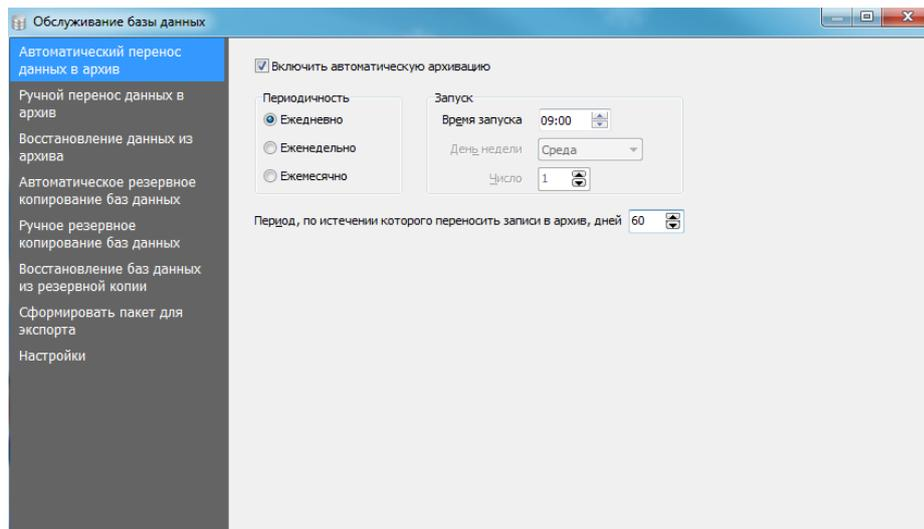

Рис. 2 Вкладка **Автоматический перенос данных в архив**, ежедневный перенос
- *Ежедневно*: в этом случае необходимо указать *Время запуска* переноса данных (Рис. 2);